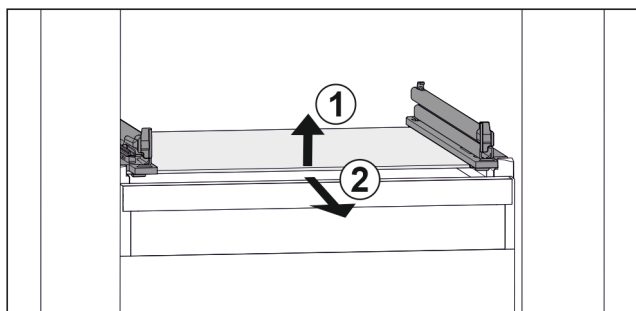

Fig. 23 Примерное отображение стеклянной пластины
- ▶ Приподнимите стеклянную пластину спереди. Fig. 23 (1)
- ▶ Извлеките стеклянную пластину движением вперед. Fig. 23 (2)